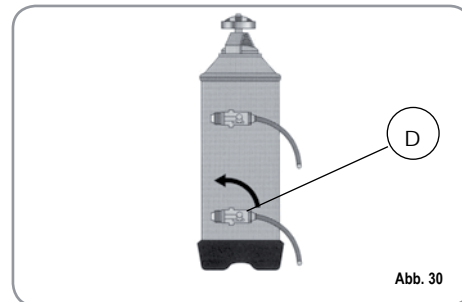

Abb. 30
- 3) Hebel D wieder nach links führen (Abb. 30).